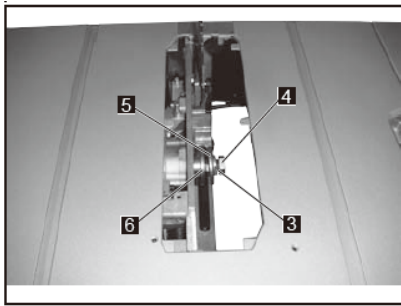

Рис. 31
- Поднимите ось пильного диска (3) в крайнее верхнее положение, поворачивая маховик подъема пильного диска против часовой стрелки. Снимите с оси гайку (4) и наружный фланец (5). См. Рис. 31.
- Установите фланец (5) и гайку (4) на ось и максимально плотно затяните гайку вручную. При этом необходимо убедиться, что пыльный диск плотно упирается во внутренний фланец (6) (См. Рис. 31).